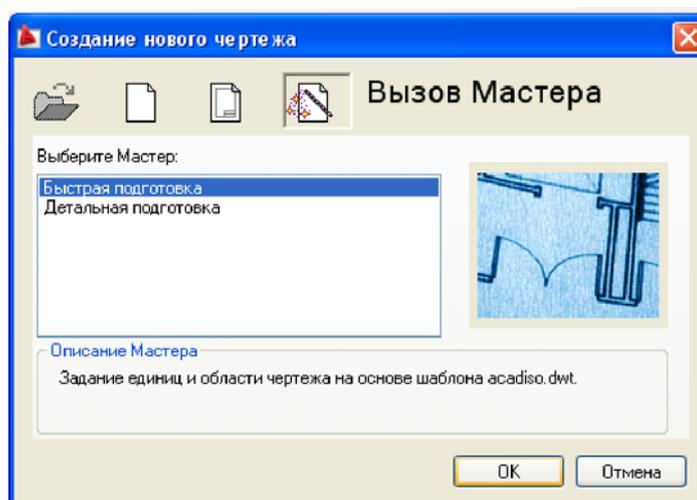

Рис. 1.4 Окно **Начало работы (Startup)**
- либо запускается специальное диалоговое окно **Начало работы (Startup)** (рис. 1.4), позволяющее уже на этапе создания удобно задать параметры чертежа или выбрать шаблон, на основе которого тот должен быть создан.